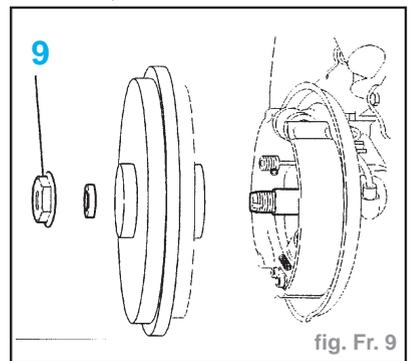

fig. Fr. 9
- Reposer le capteur (7).
- Conditions de serrage (capteur (7)) :
- l'écrou (9) (fig. Fr. 9)
- Serrer l'écrou (9) à **20 daN.m**.
- Freiner l'écrou (9) avec l'outil (-) **0526-J**
- Serrer l'écrou (9) à 20 daN.m.
- Freiner l'écrou (9) avec l'outil (-)0526-J.